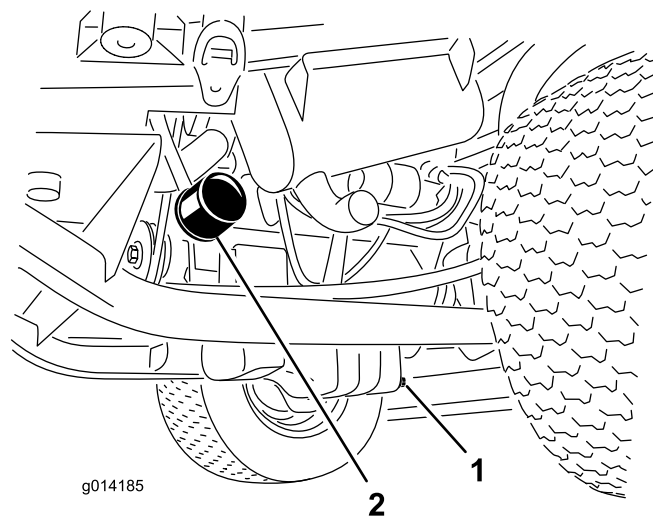

Figura 34
1. Retire el tapón de vaciado (Figura 34) y deje fluir el aceite a un recipiente apropiado.
3. Retire el filtro de aceite (Figura 34).